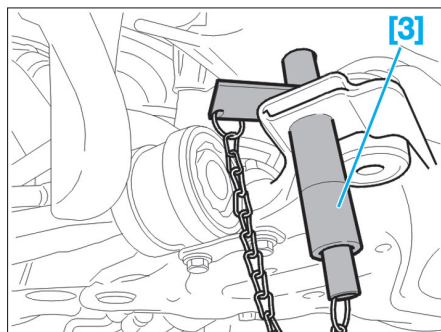

FIG. 12
- Positionner le berceau à l'aide de l'outil de centrage [3] (Fig.12).